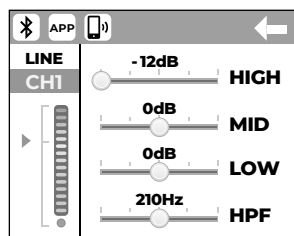

Fig.3
3. Ripetete l'operazione per fissare l'elemento **B** nella parte superiore del sistema (Fig.3)
## 5.2 | SCHERMATA MENU CANALE (Fig.3)